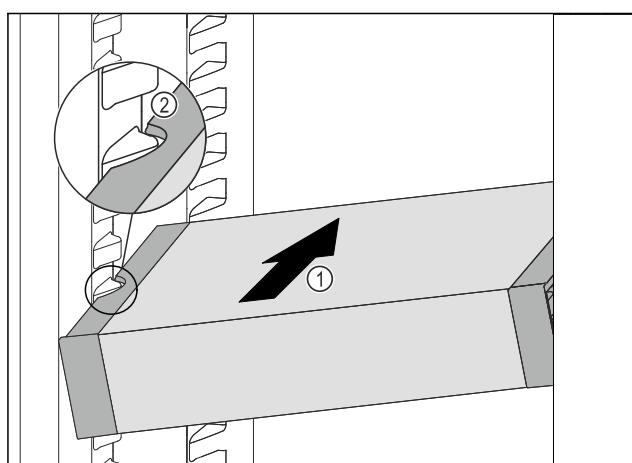

Fig. 83
- VarioSafe schräg in das Kühlteil einschieben Fig. 83 (1), bis sich die seitlichen Aussparungen Fig. 83 (2) des Vario-Safes auf Höhe der Behälterrippe im Kühlteil befinden.